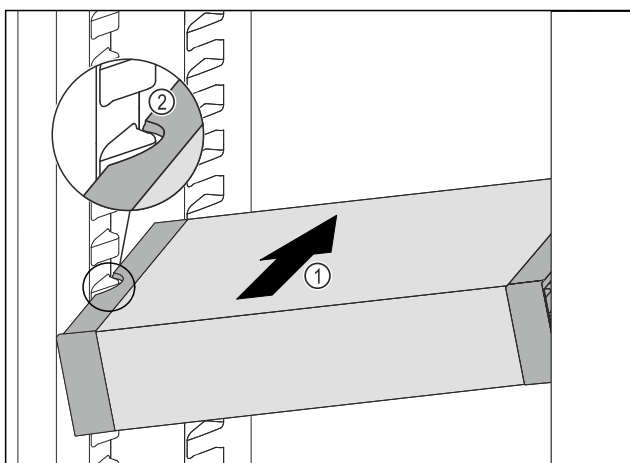

Fig. 239
- Skub VarioSafe skråt ind i kølesektionen, Fig. 239 (1) indtil udsparingerne i siden Fig. 239 (2) på VarioSafe er på niveau med beholderribben i kølesektionen.